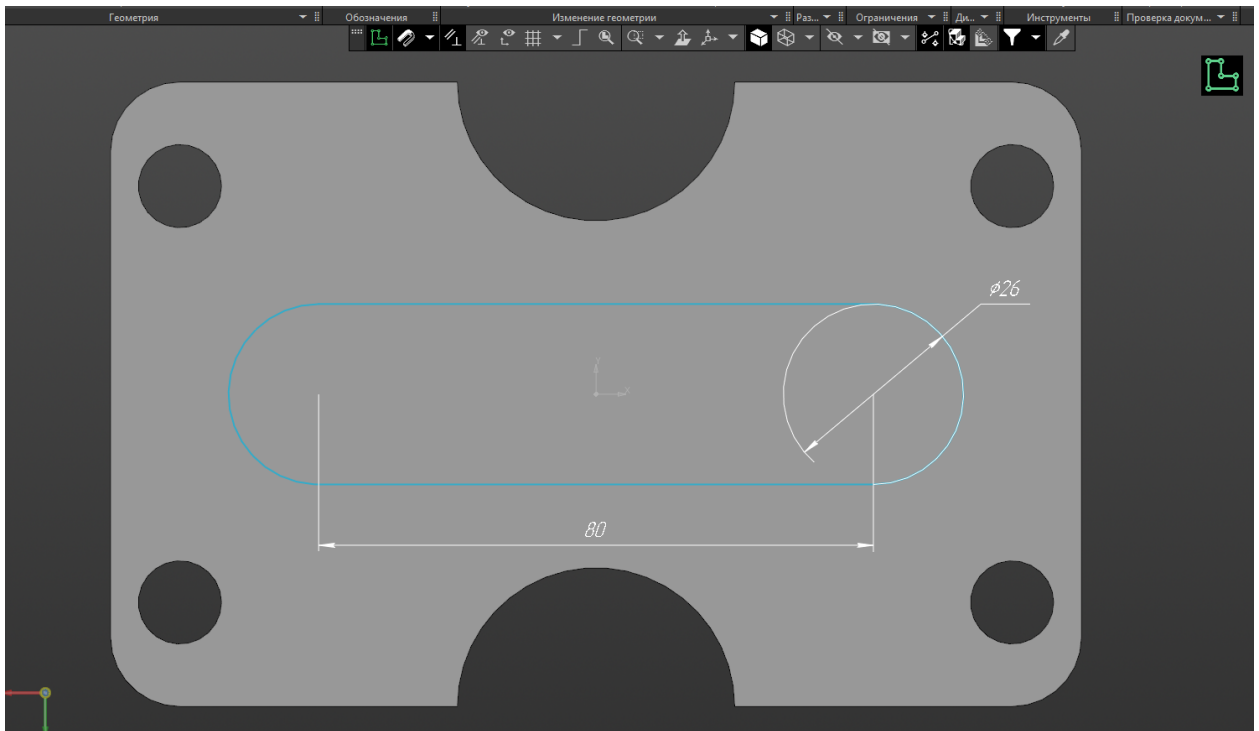

Рис.5. Эскиз на плоскости детали.
4. Создаем эскиз на верхней плоскости полученной модели и строим эскиз (Рис.5.).